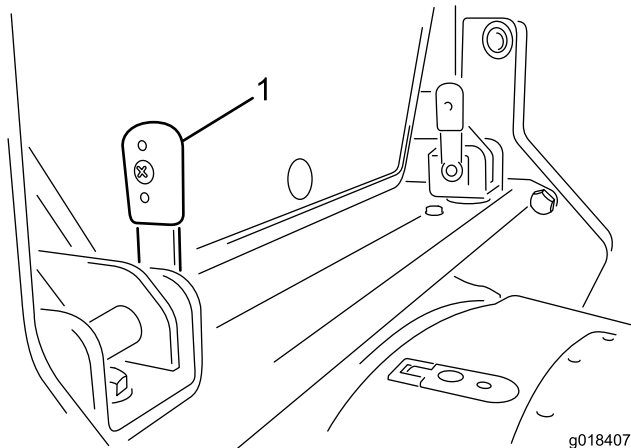

図 12
1. キャブの後部についているロッキングレバー2本を上向きにする 図 12。
3. 縦位置になっているレバー 図 12を、ブラケットにセットする。